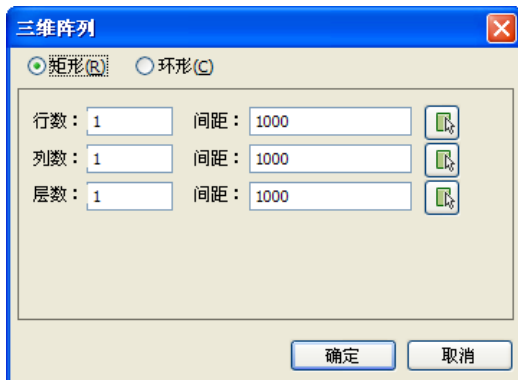

图 5-2 三维矩形阵列对话框
2. 单击选择需要阵列的对象，或拖曳光标框选该对象，按鼠标右键确认；弹出“三维阵列对话框”，如图 5-2 所示，在对话框中选择“矩形”单选框；
2. 单击选择需要阵列的对象，或拖曳光标框选该对象，按鼠标右键确认；弹出“三维阵列对话框”，如图 5-2 所示，在对话框中选择“环形”单选框；